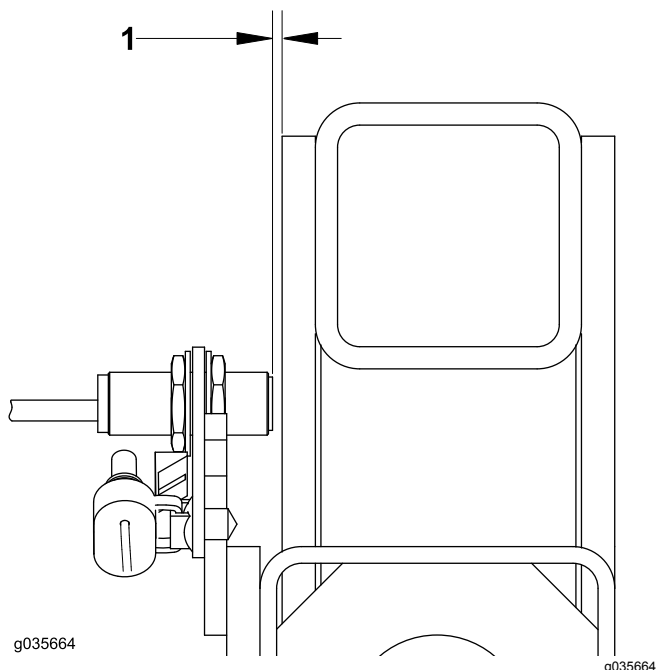

Bild 19
5. Stellen Sie an jedem eingebauten Sensor einen Sensorabstand von 3,6 mm ein (Bild 19).